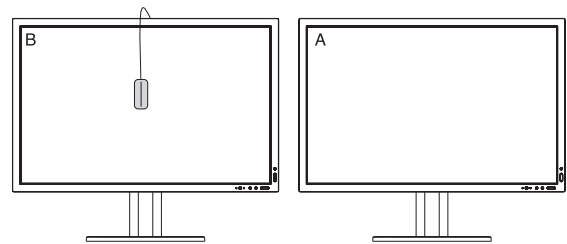

Figura C.2
7. Quando si desidera confermare il punto del bianco del Display B, rimuovere il sensore colori USB dal Display A di origine e posizionarlo al centro del Display B (**Figura C.2**). Per saltare la conferma del punto del bianco per il Display B, premere "SELECT" per passare al punto 9 SINTONIZZAZIONE.